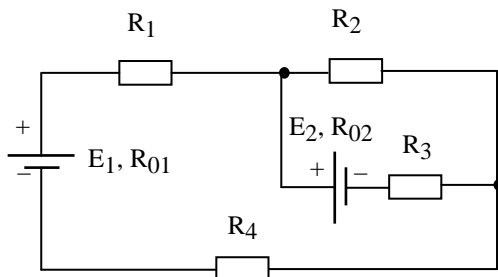

Рис.1.4.3
1.4.3. Используя метод эквивалентного генератора, определить ток в ветви с сопротивлением R_3 (рисунок 1.4.3), если $E_1=60$ В, $R_1=4$ Ом, $E_2=4$ В, $R_2=12$ Ом.